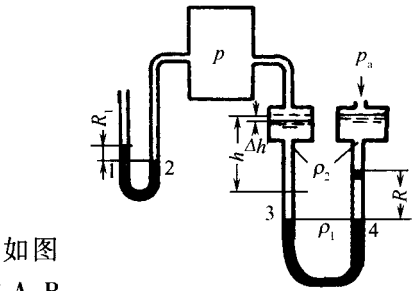

图 1-5
27. 如图 1-5 所示,在盛有密度为 ρ_0 某气体的容器壁两侧分别接一个 U 形管压强计和双杯式微压计, U 形管压强计内指示液密度为 ρ_1 , 微压计使用 ρ_1 和 ρ_2 ($\rho_1 > \rho_2$) 两种指示液。微压计液杯直径为 D , U 形管直径为 d , 则考虑杯内液面变化时, R 、 R_1 的表示式为_____; 不考虑杆内液面变化时, R 、 R_1 的表示式为_____。